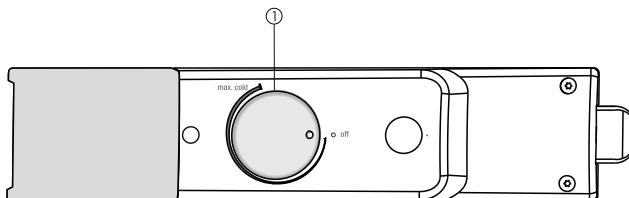

Fig. 2
- Поверните регулятор температуры Fig. 2 (I) по часовой стрелке к позиции средней точки температуры между положением **off** и **max cold**.